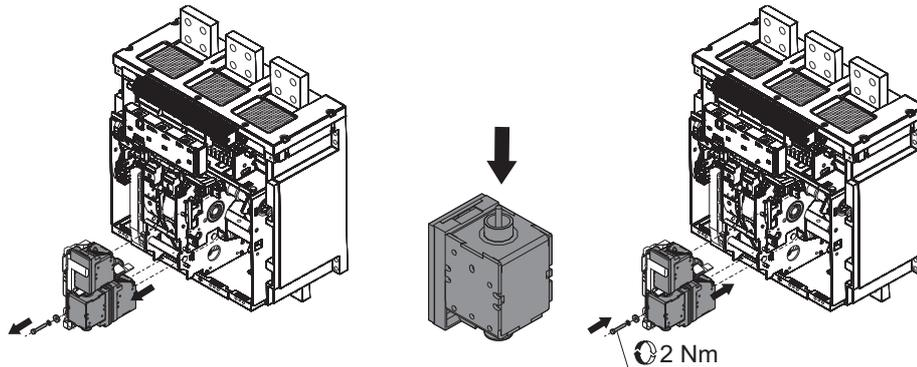

Abb. 28
- Sicherstellen, dass die Auslöser (YO, YU, YC) einen guten Zustand aufweisen (kein zu starker Verschleiß, Überhitzungen, Bruchstellen) Abb. 28.